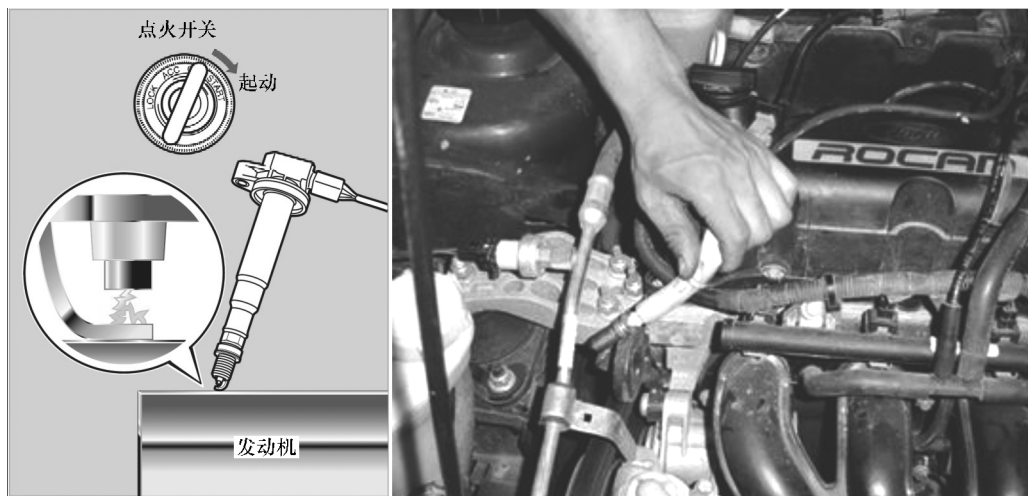

图 23-5 检查火花塞跳火情况
- 6) 起动发动机时，检查火花塞跳火情况，如图 23-5 所示。发动机起动时间不要多于 5s。